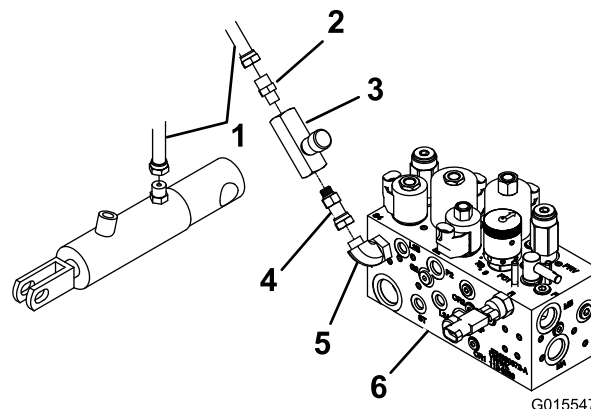

Bild 1
4. Befestigen Sie das gerade Adapteranschlusssstück und den geraden Drehzapfenanschluss am Flusssteuerungsöffnungsventil, wie in Bild 1 dargestellt.
7. Befestigen Sie den geraden Drehzapfenanschluss am Flusssteuerungsöffnungsventil am Winkelanschluss am Verteilerblock (Bild 1).